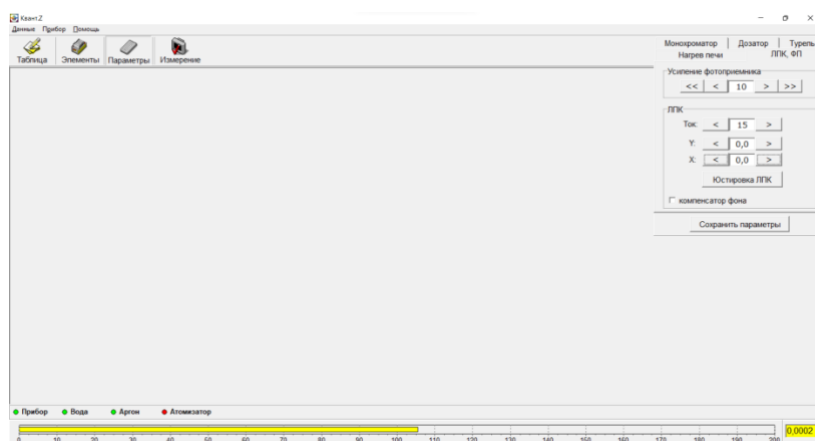

Рис. 15П – Главное окно программы после установки параметров
- 3.4.3** После окончания процедуры установки параметров в блокноте «Параметры», расположенном в правом верхнем углу главного окна будут введены значения параметров выбранной методики. Кликните по закладке «ЛПК, ФП» в блокноте «Параметры» (Рис. 15П).